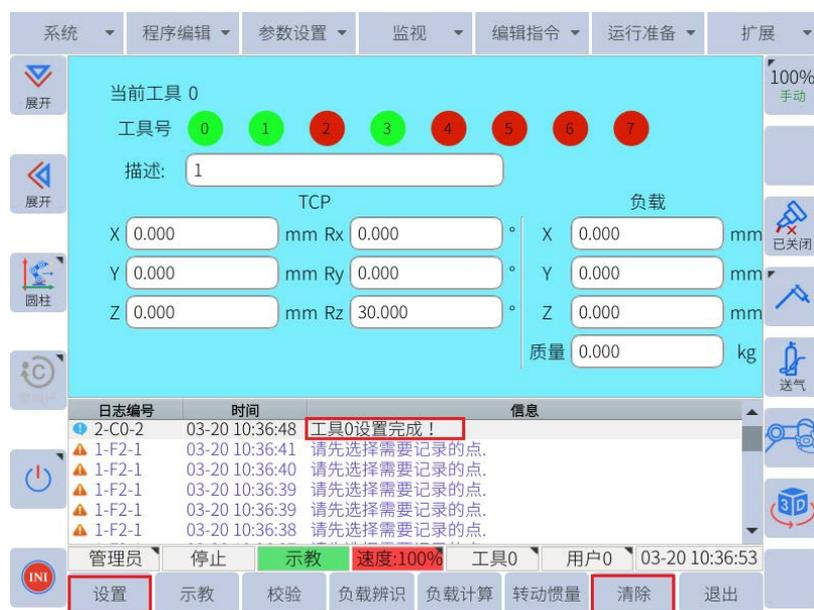

图 6-86：工具坐标设置完成
3. 点击子菜单栏的“设置”，信息提示栏会提示“工具坐标设置完成”，点击“清除”，可清除当前工具下的数据，如图 6-86 所示。